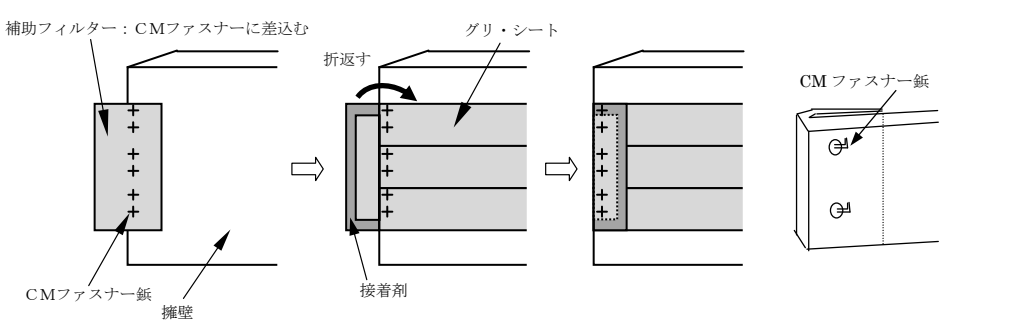

図 II-5 「グリ・シート」の両端部の処理
(1) CMファスナー鋸の接着強度を確認した後、「グリ・シート」を墨出しに従い取付ける。(夏場3時間、冬場16時間程度経過後を目安とする。)
(2) 補助フィルターを左右両端部のCMファスナーに取付ける。(図 II-5)
(4) 芯材を直接突合わせて下段から順々に上段に向かって「グリ・シート」を取付けていく。
「グリ・シート」の両端部から土が入り込まないように補助フィルターで覆い、接着剤で止める。接着剤の塗布量は5mm幅(10ml/m)で塗布する。または「グリ・シート」をあらかじめ20cm程度長く張付けておき、長い部分の芯材を切り取り、余ったフィルターを折り曲げ処理する。(図 II-5)